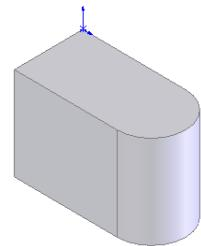

图 3-100 圆角后的图形
【例 3-12】以绘制如图 3-100 所示图形为例，说明完整圆角的操作步骤。
**07** 确认圆角特征。单击“圆角”属性管理器中的“确定”图标按钮✓，结果如图 3-100 所示。
【例 3-13】以绘制如图 3-100 所示图形为例，说明“角度距离”倒角的操作步骤：